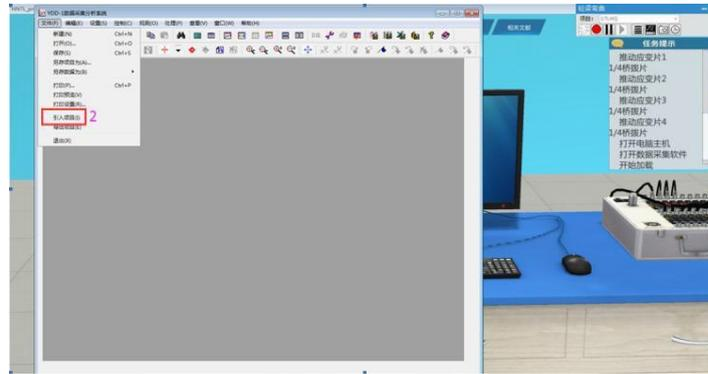
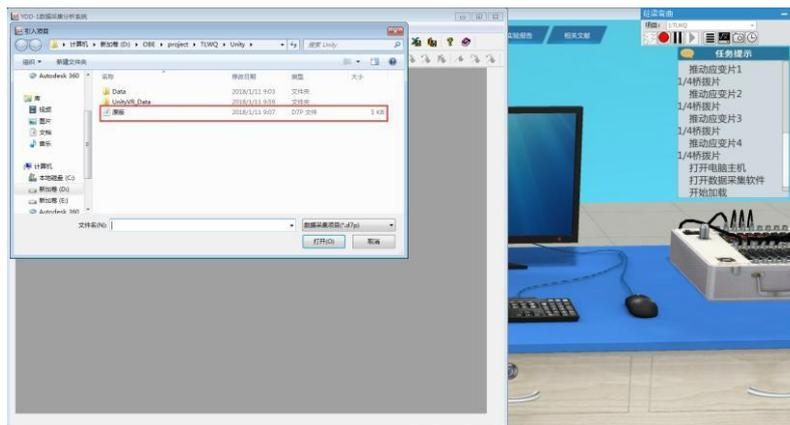

图15.2
图15.3
14.2): 点击菜单栏的“文件”目录下的“引入项目”（参考图15.2），然后在弹出的目录中选择“原版”文件（参考图15.3），引入项目成功。